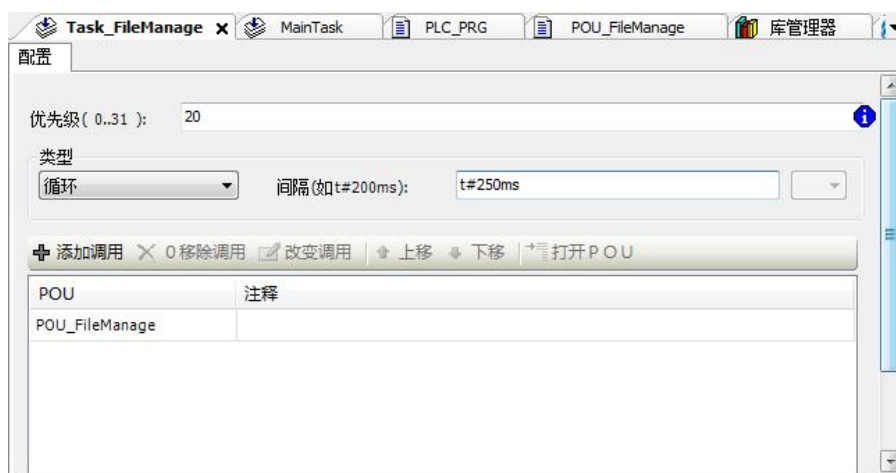

图4.32 添加文件处理任务
5) 新增加一个任务，用于处理文件的操作。配置步骤：右击左侧设备栏“任务配置”=>选择“添加对象”=>“任务”=>命名为Task_FileManage=>将POU_FileManage加进扫描区=>设置任务优先级为20，设置扫描周期为250ms，如图4.32所示。